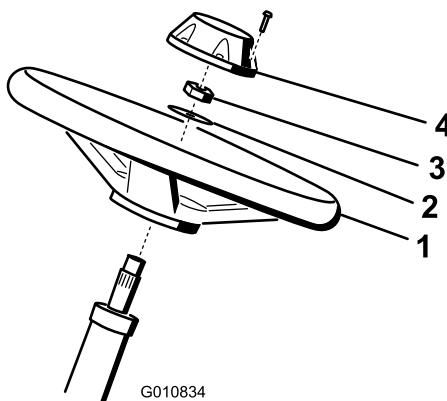

Figura 4
- Collocate il volante sul piantone (Figura 4).
| 2. Collocate la rondella sul piantone (Figura 4). | |
| 3. Fissate il volante sul piantone per mezzo di un controdado serrato a 27-35 Nm (Figura 4). | |
| 4. Montate il coprimozzo sul volante e fissatelo con l'aiuto di una vite (Figura 4). | |